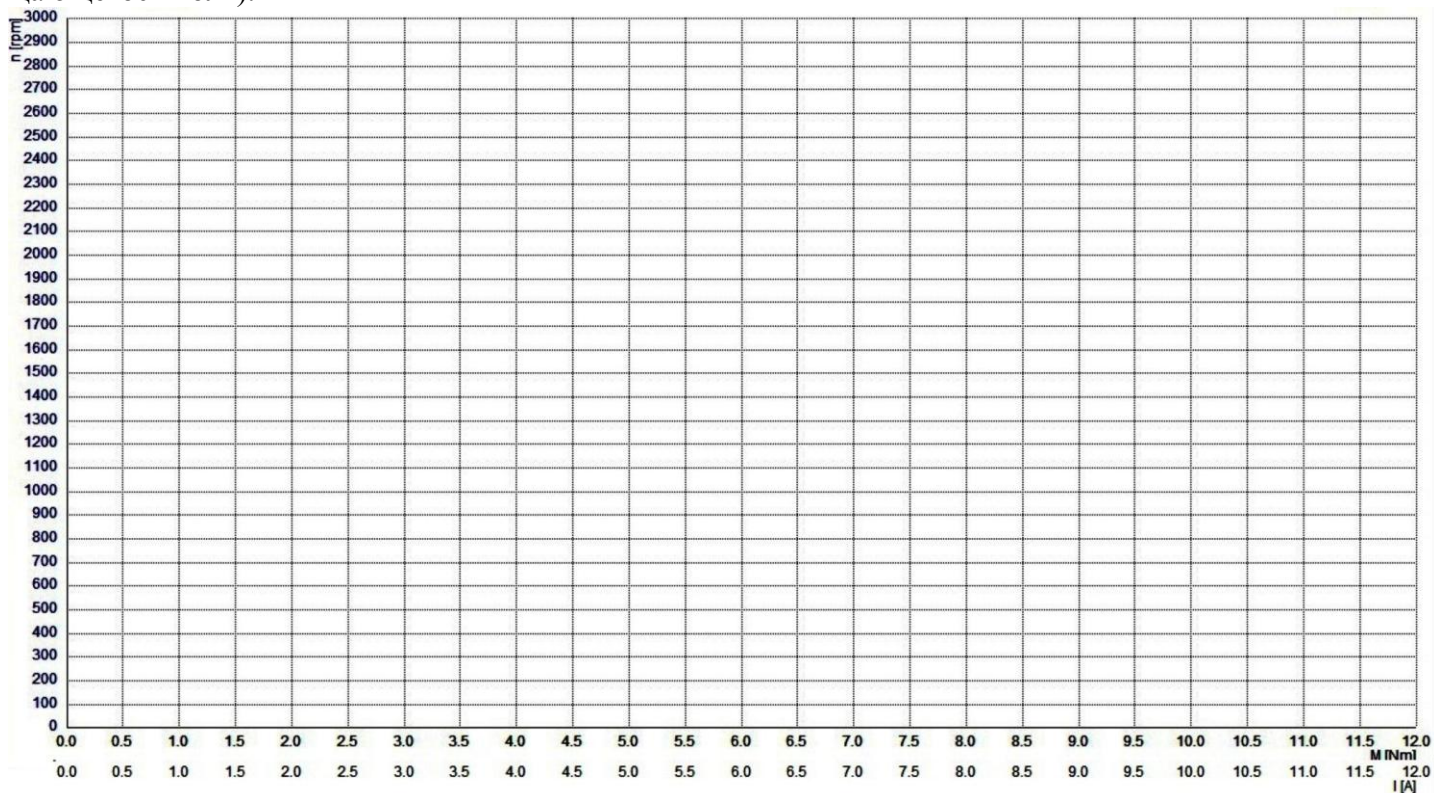

Рис. 3. Естественная механическая и электромеханическая характеристики.
2. Используя текстовые файлы папки «Отчет», (рекомендуется открывать файлы с расширением .txt программой «Блокнот») постройте на рис. 3 механическую и электромеханическую характеристики. Отметьте на графиках: номинальную и критическую скорость вращения, номинальный, критический и пусковой момент, номинальный и пусковой ток, скорость идеального холостого хода (скорость вращающегося поля).